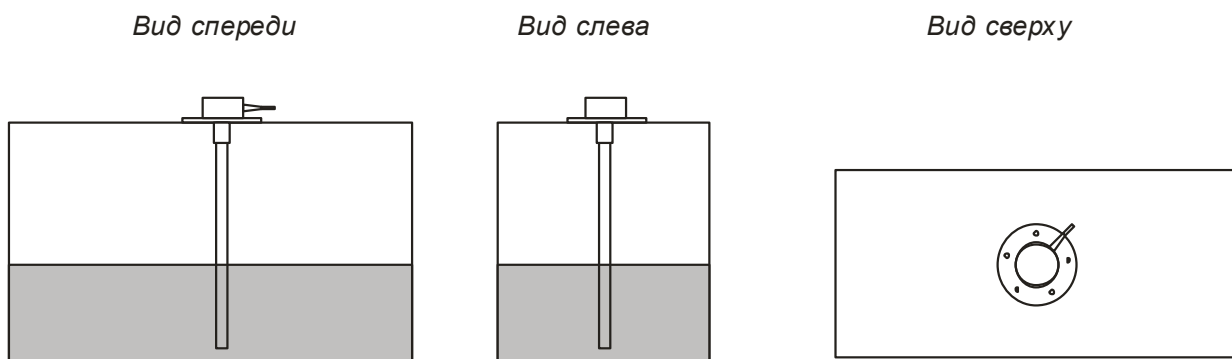

Рис.6
2) В случаях, когда невозможно обеспечить установку датчика по центру топливного бака, место установки необходимо максимально приблизить к указанным на (Рис.6; 7; 8).
- Рис.6.